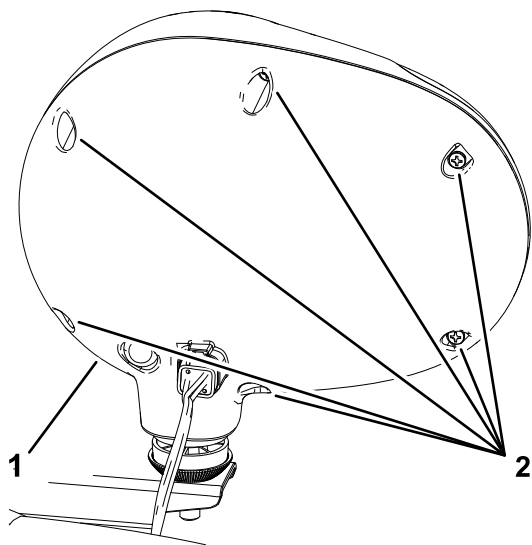

Figura 73
2. Retire los 6 tornillos que sujetan el foco de trabajo (Figura 73).
3. Retire la tapa del foco de trabajo (Figura 73).